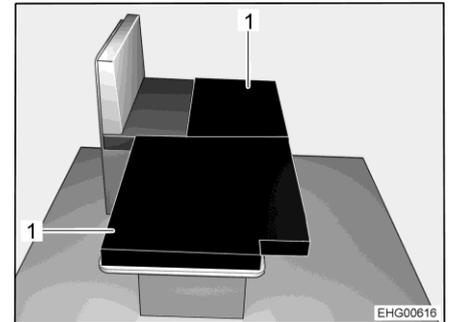

Fig. 49 Après la transformation
- Placer les deux coussins supplémentaires (Fig. 49,1) comme illustré sur la table abaissée.